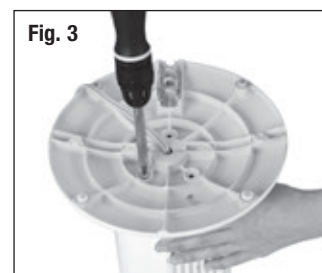

Fig. 3
- À l'aide des 3 vis (M5 x 12) et d'un tournevis à pointe cruciforme (⌘), fixer solidement la base à la partie inférieure du boîtier du ventilateur en alignant les 3 trous de vis de la base et les 3 trous de vis sous le boîtier du ventilateur (Fig. 3).